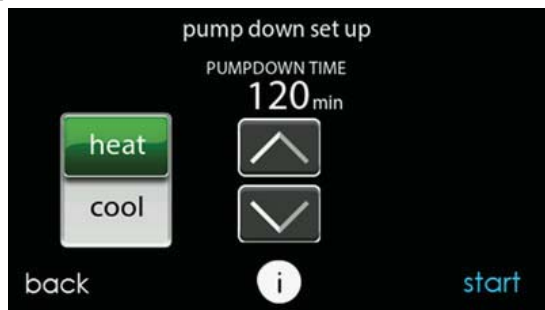

Fig. 22 – Écran de configuration d'évacuation du frigorigène
3. L'évacuation de frigorigène en mode COOL permet d'isoler le frigorigène dans l'appareil extérieur. Configurez la période désirée. La durée par défaut de cette procédure est de 120 minutes. Consultez la Fig. 22.